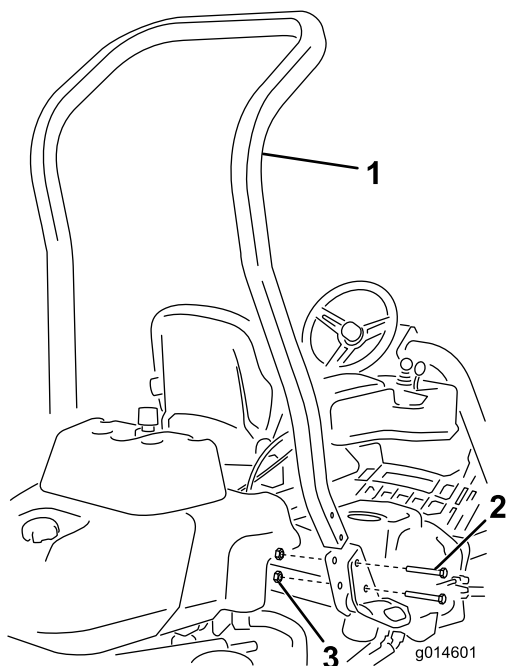

Рисунок 3
3. Установите защитную дугу в гнезда на каждой стороне машины, используя 4 болта на 1/2 x 3-3/4 дюйма и 4 гайки с буртиком (1/2 дюйма) (Рисунок 3).